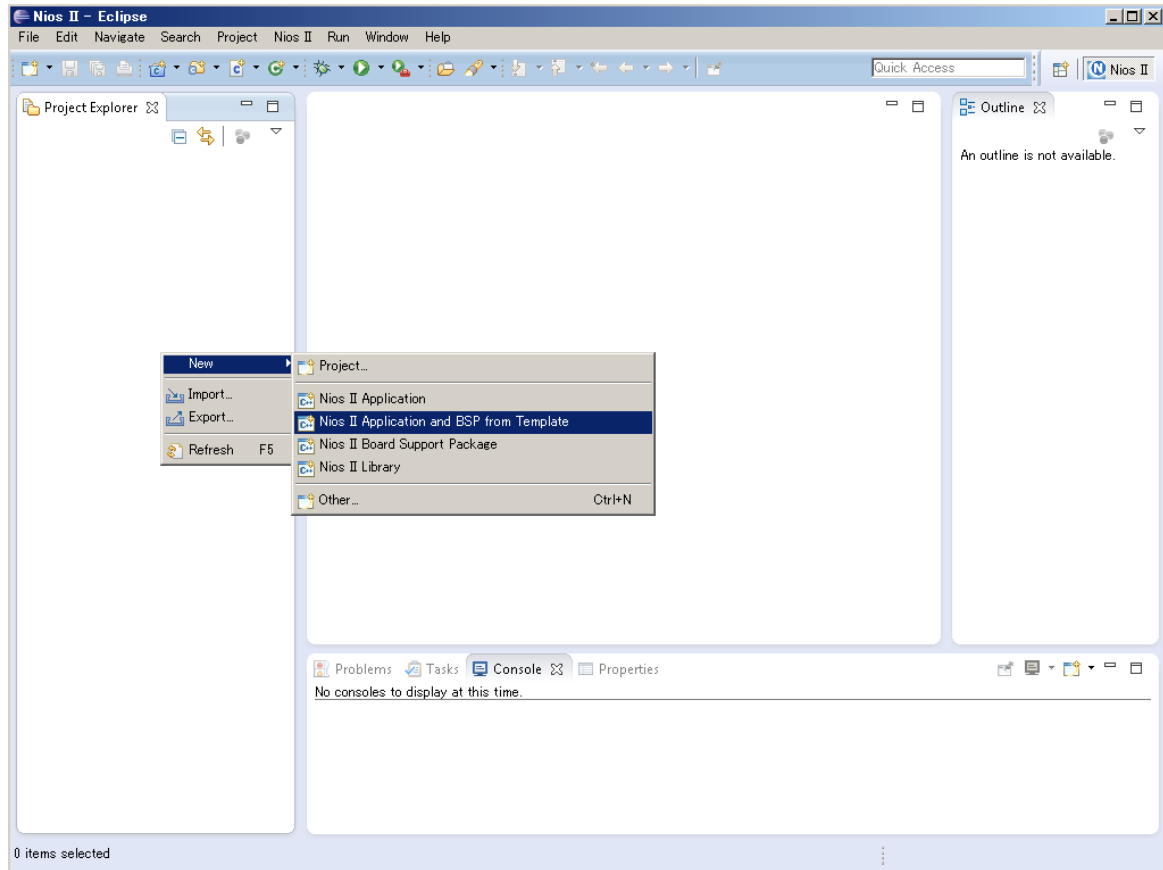

図 4-2-1
- ① Nios II SBT を起動して Workspace フォルダを Quartus II プロジェクトのフォルダの直下に作成します。そして、Project Explorer の上にマウスを移動し右クリックし図 4-2-1 のように New ⇒ Nios II Application and BSP from Template を選択します。